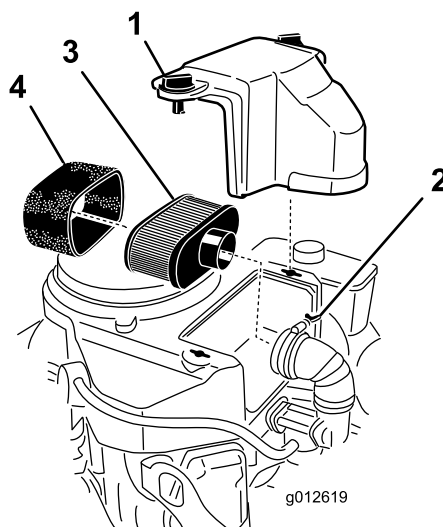

Figura 39
3. Limpie alrededor del limpiador de aire de forma que la suciedad no penetre en el motor y cause daños (Figura 39).
4. Afloje los pomos de la tapa y retire la tapa del limpiador de aire (Figura 39).
5. Afloje la abrazadera y retire el conjunto del limpiador de aire (Figura 39).
6. Retire cuidadosamente el filtro de gomaespuma del filtro de papel (Figura 39).
1. Deslice cuidadosamente el filtro de gomaespuma sobre el filtro de papel (Figura 39).
2. Coloque el conjunto del limpiador de aire sobre la base del limpiador de aire o la manguera y sujételo (Figura 39).
3. Coloque en su posición la cubierta del limpiador de aire y apriete el pomo de la cubierta (Figura 39).